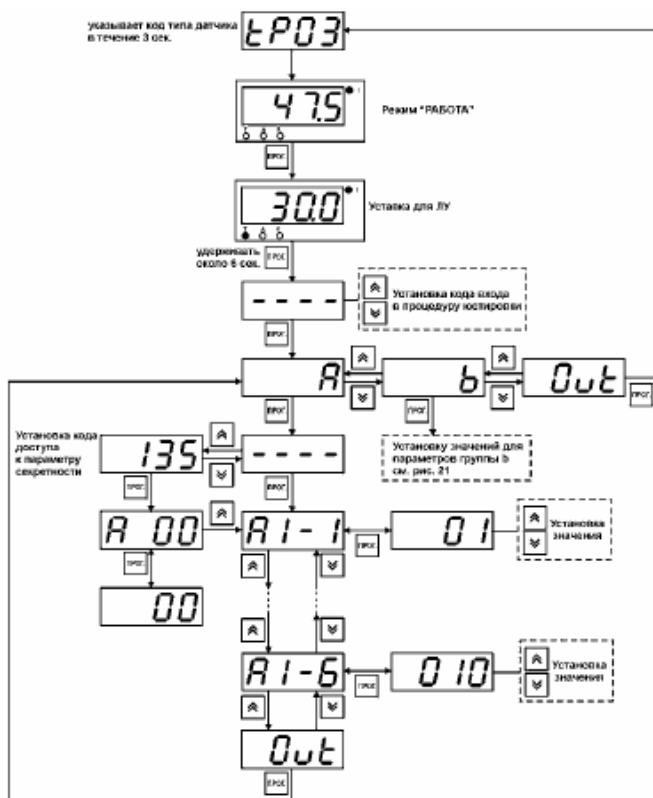

Рис.9
4.6.3.3 На втором уровне программирования осуществляется просмотр и необходимое изменение функциональных параметров прибора. Функциональные параметры прибора разделены на группы А и b. В группе А находятся параметры, определяющие логику работы прибора. В группе b – параметры, отвечающие за настройку измерительной части прибора. Вход на второй уровень программирования осуществляется нажатием и удерживанием кнопки более 6 с. Последовательности процедуры программирования прибора на втором уровне для обеих групп параметров приведены на рис. 9 и 10.